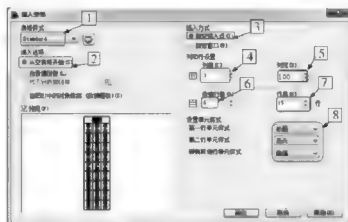

图 5-58
**步骤 2：**根据实际绘制表格的要求，设置插入表格的参数，具体设置如图 5-58 所示。